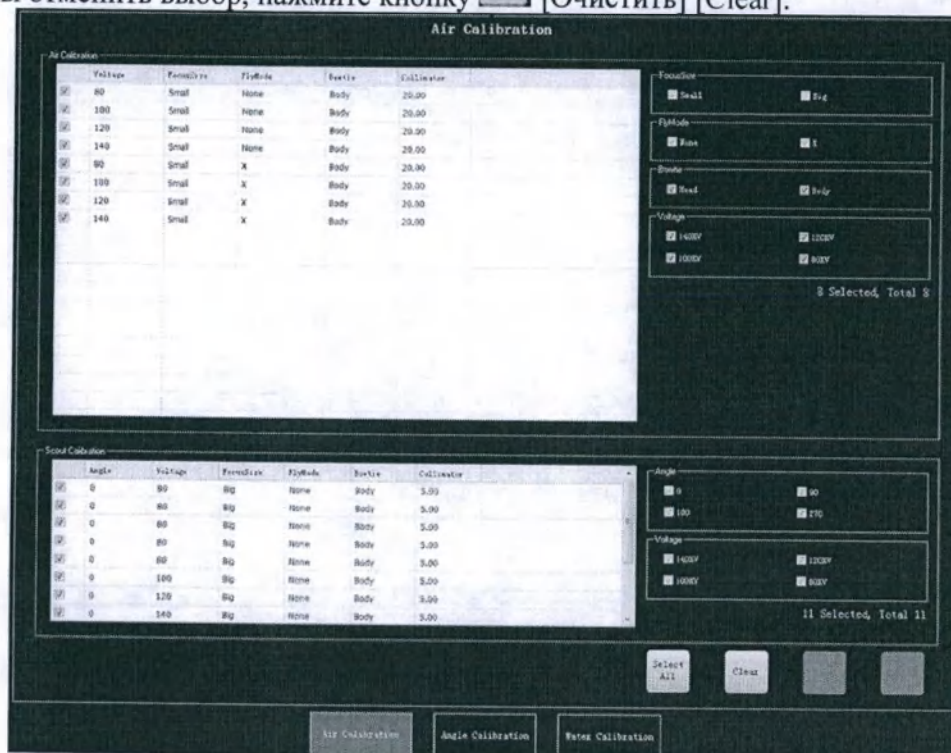
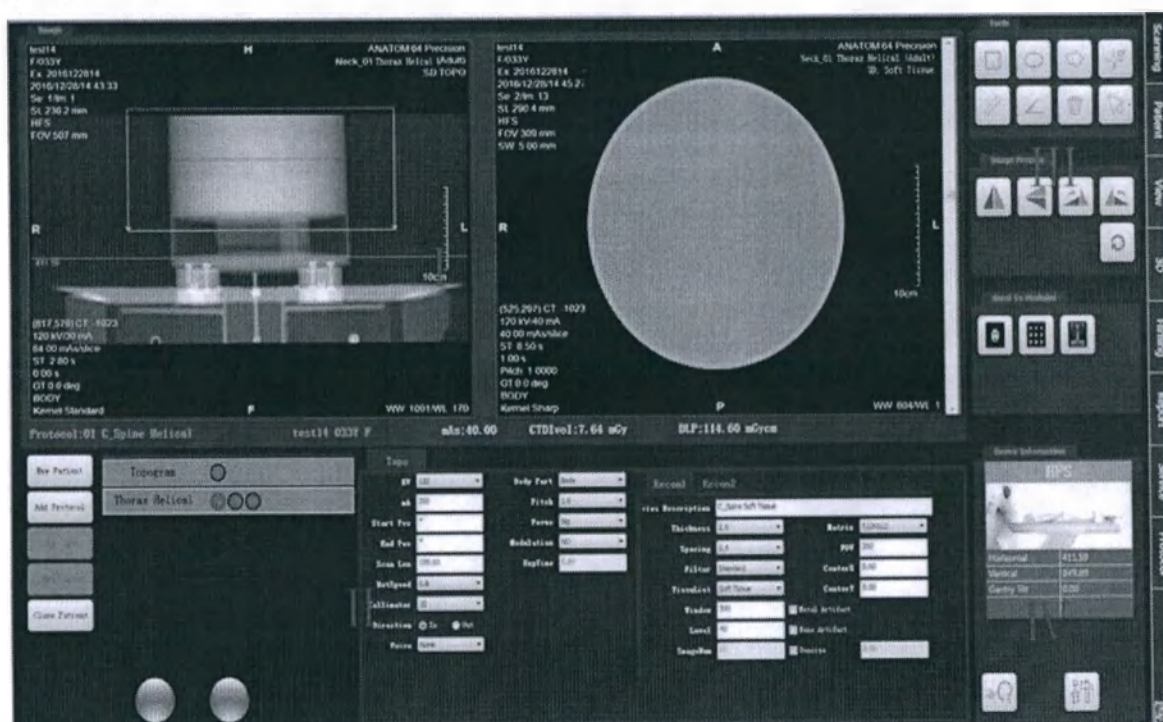

Рисунок 36 Окно калибровки
Рисунок 40 Окно сканирования
1. На окне калибровки нажмите «Air Calibration» (см. рис. 36) установите галочку перед соответствующими параметрами калибровки. Чем больше значений отмечено галочкой, тем дольше будет длиться калибровка.
2. На окне калибровки (см. рис. 36) нажмите «Water Calibration» и установите галочку перед соответствующими параметрами калибровки. Чем больше значений отмечено галочкой, тем дольше будет длиться калибровка.
1. Калибровка по скаут находится в том же окне, что и калибровка по воздуху (см. рис. 36). В поле “Scout Calibration” установите галочку перед соответствующими параметрами калибровки. Чем больше значений отмечено галочкой, тем дольше будет длиться калибровка.
1. На окне калибровки нажмите «Angle Calibration» (см. рис. 36) установите галочку перед соответствующими параметрами калибровки. Чем больше значений отмечено галочкой, тем дольше будет длиться калибровка.
Чтобы открыть окно сканирования (см. рис. 40), нажмите вкладку сканирование [Scan], расположенную в правом верхнем углу окна, появляющегося после загрузки (см. рис. 36)